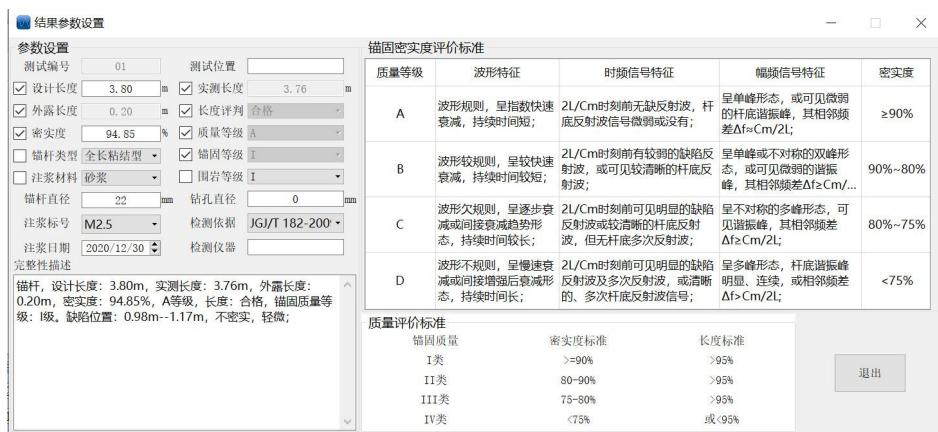

图 4-8 结果参数设置
- 结果参数设置：显示数据判读结果以及锚固密实评价标准，如图 4-8 所示，快捷键为 。